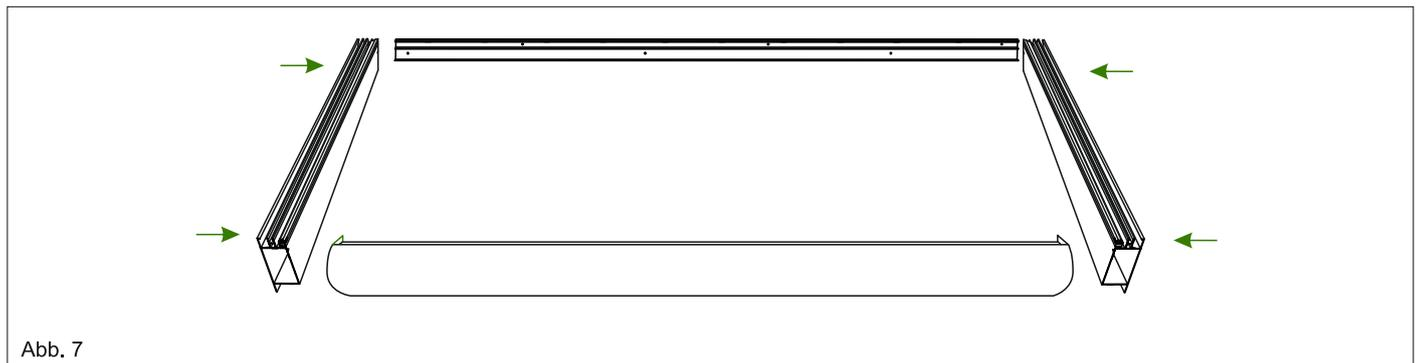

Abb. 7
3. Verbinden Sie den Wandprofil und die Rinne mit den beiden vorbereiteten Randdachsparren. Fixieren Sie die Randsparren mit den mitgelieferten Bohrkopfschrauben (19mm Lang) an dem Wandprofil und an der Rinne. Siehe Abb. 7, 8. (bei Terrassenlängen von 8 - 12 m wird an die Rechte Seite ein Mittelsparren statt eines Randsparren angebracht. Für weitere Schritte bitte die Zusatzanleitung 8 - 12 m beachten.)